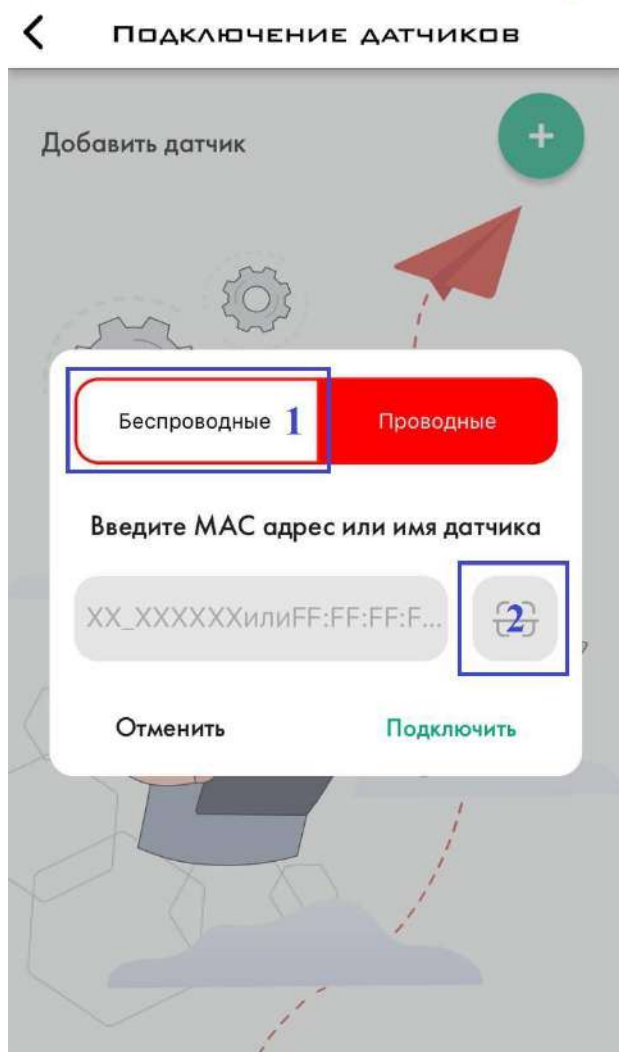

Рис. 15 Подключение BLE датчиков
2.4.2 Затем выберите опцию «Беспроводные» (Рис. 15, 1) и либо введите MAC-адрес (УКАЗЫВАТЬ ВМЕСТЕ С “:”), либо первые буквы модели датчика и последние 6 цифр его серийного номера (Рис. 16) и нажмите кнопку «Подключить». На голове датчика можно найти как MAC (Рис. 17, 1 и Рис. 18, 1), так и серийный номер датчика (Рис. 17, 2 и Рис. 18, 2). Также вы можете отсканировать QR-код на голове датчика, чтобы подключить его к индикатору. Для этого нажмите кнопку сканирования (Рис. 15, 2) и отсканируйте QR-код смартфоном.